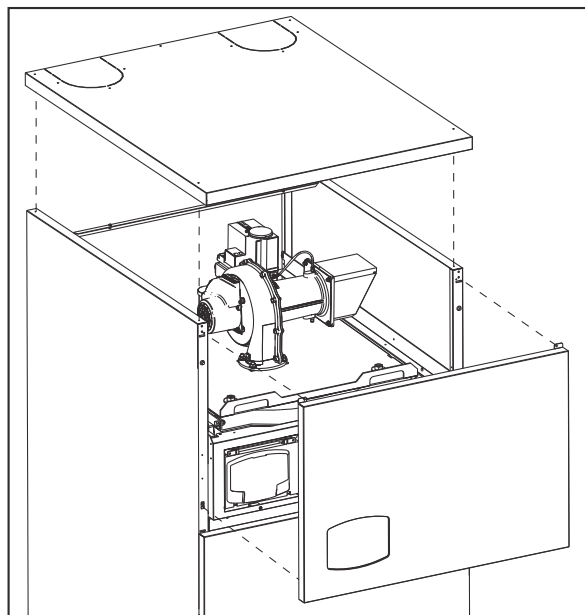

fig. 68
1. Quite el panel frontal superior y la tapa (fig. 68).